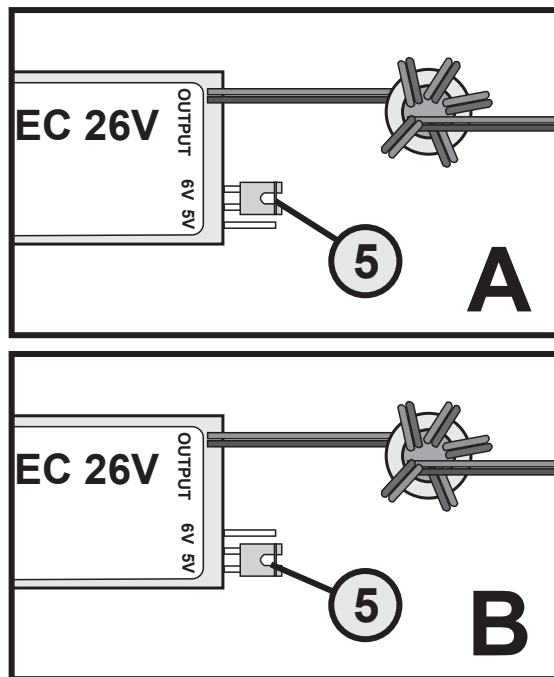

Afbeelding 1
Voor u de uitgangskabel met de servostekker (3) op de accu-ingang van de ontvanger kunt aansluiten, voert u de leiding conform afb. 1 en 2 in het totaal 5x door de meegeleverde ferriering (4). De ferriering kan voor het fixeren van de kabel worden omgeven door een geschikt stuk krimpkous. Sluit daarna de servostekker op de ontvanger aan.